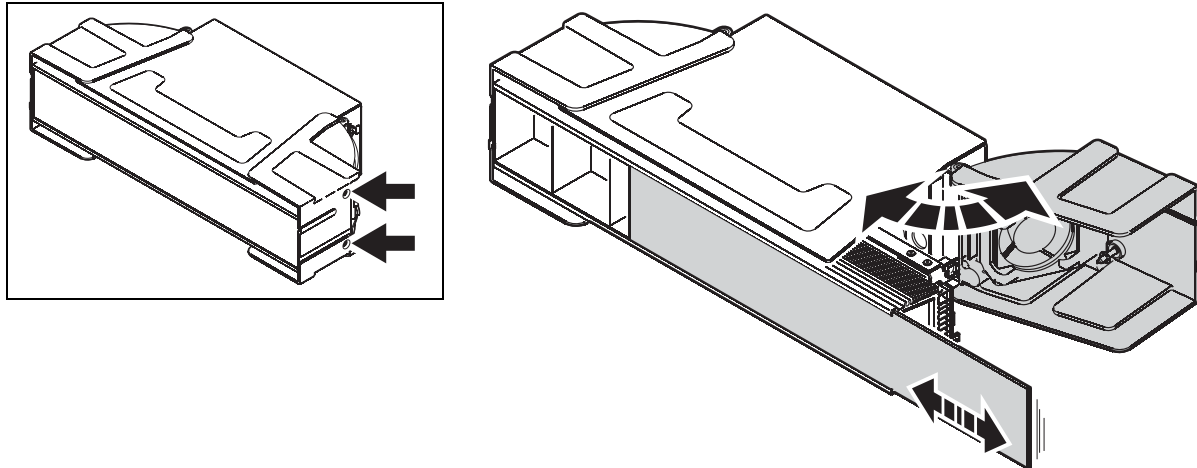

Figura 6: Instalación / desmontaje del frontal difusor
2. Ver la Figura 6. Aflojar los dos tornillos (marcados con las flechas) de la parte posterior. Hacer pivotar el extremo de la unidad sobre su eje.
2. Extraer el conector azul de la base de entrada de tensión. Como muestra la Figura 6, aflojar los dos tornillos (de las flechas) de la parte cercana a la entrada de red y pivotar el extremo sobre su eje.
Para extraer el reflector abrir ambos extremos de la unidad tal y como muestra la Figura 6 de la página 18 y extraer el reflector fuera de la unidad.